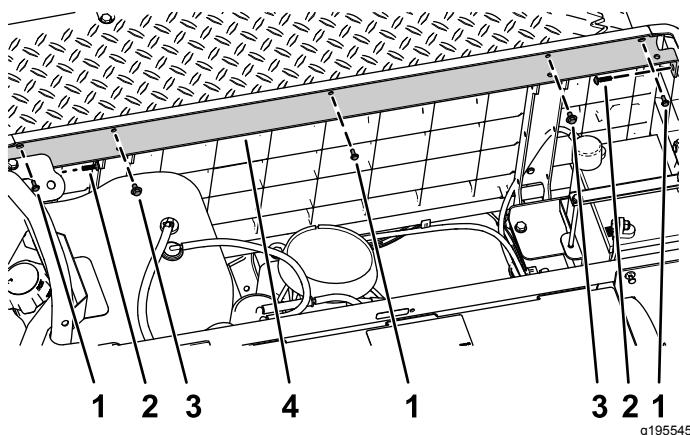

Figura 3
3. Retire os 3 parafusos (n.º 10 x $\frac{1}{2}$ pol.), 2 conjuntos de parafusos com anilha ($\frac{1}{4}$ x $\frac{1}{2}$ pol.) e 2 parafusos de cabeça torx que prendem o suporte existente do banco (Figura 3).
4. Remova o suporte do banco existente (Figura 3).